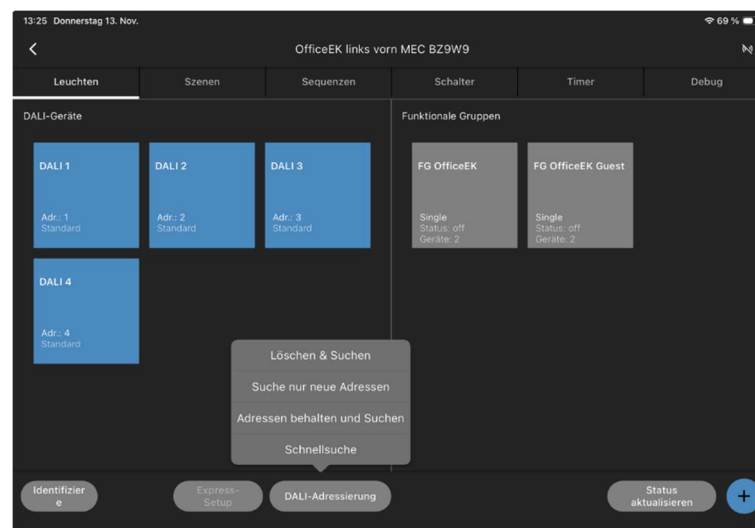

Abbildung 116: Neukonfiguration mit **Suche nur neue Adressen**
- Nur eine Funktionale Gruppe (FG) → DALI-Treiber adressieren und der FG hinzufügen.
- Mehrere FGs → prüfen, ob mehrere Adressen fehlen. Tritt dieser Fall ein, ist eine Standard-Neukonfiguration (Abbildung 116) erforderlich, um die DALI-Treiber korrekt zuzuordnen.